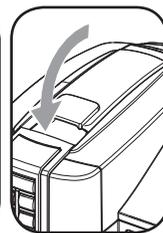

Fig.3
- 4- Coborâți maneta pentru a închide compartimentul pentru capsule (Fig.3).